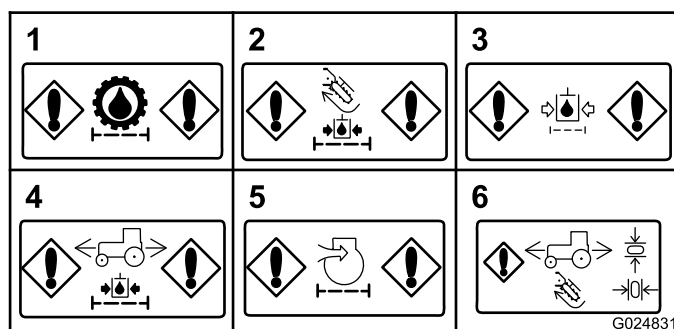

Figura 33
- **Restrição do filtro de carga hidráulica (transmissão)** – Esta mensagem será exibida em caso de restrição do filtro de carga hidráulica da transmissão (Figura 33).
- **Restrição do filtro de carga hidráulica (acessórios)** – Esta mensagem será exibida se o filtro de carga do circuito hidráulico dos acessórios estiver restrito (Figura 33).
- **Restrição do filtro de retorno hidráulico** – Esta mensagem é exibida se o filtro de retorno hidráulico estiver restrito (Figura 33).
- **Restrição do filtro de carga hidráulica (motor de tração)** – Esta mensagem é exibida se o filtro de carga do motor de tração estiver restrito (Figura 33).
- **Restrição do filtro de ar (motor)** – Esta mensagem é exibida quando o filtro de ar exigir reparo (Figura 33).
- **Retorno ao indicador Neutro** – Este indicador é exibido se você tentar uma operação que exija o retorno do joystick ou do pedal de tração até a posição Neutro. Retorne o joystick ou o pedal de tração até a posição Neutro antes de continuar com a operação (Figura 33).